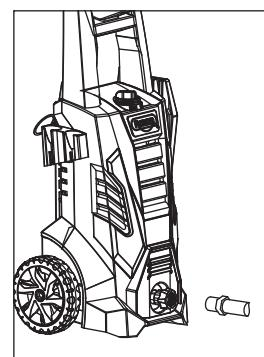

Figure 14 - Fixer le tuyau de jardin à l'unité
- Fixer le tuyau de jardin à l'unité (voir la figure 14).